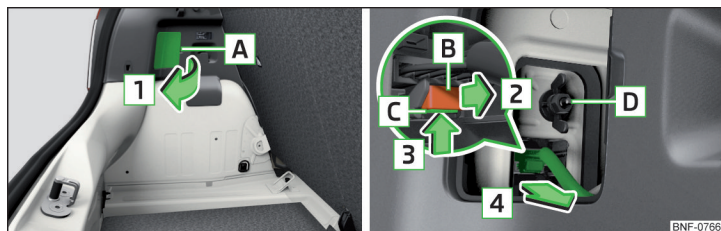

Fig. 179 Smontaggio delle luci / estrazione della spina
- Aprire la mascherina nell'area **A** in direzione della freccia **1** » fig. 179.
- Avvitare e serrare il dado in plastica **D** » fig. 179.